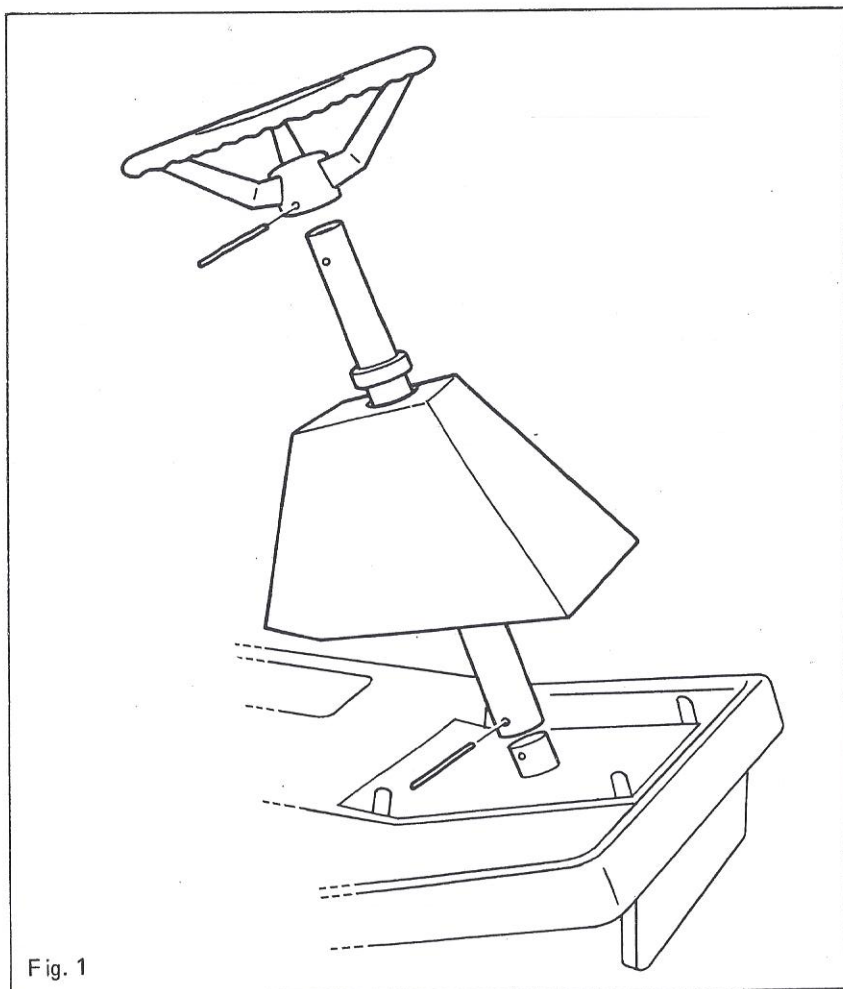

Fig. 1
- Mettez en place l'axe du volant après l'avoir fixé avec une des goupilles. Enfilez sur l'axe le carter plastique avec sa collerette de positionnement, placez le volant, fixez le tout avec la seconde goupille (Fig. 1).